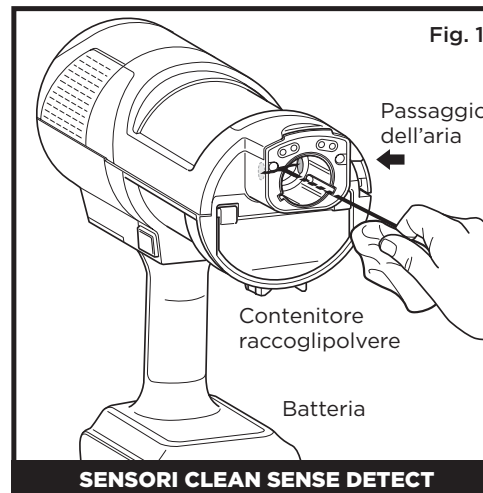
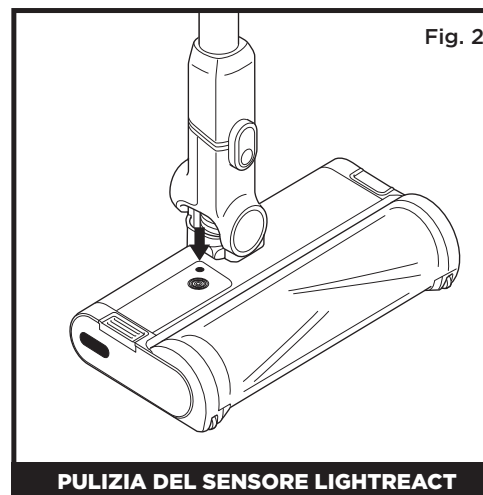

Fig. 1
Fig. 2
Pulizia dei sensori (Fig. 1):
2. Localizzare il sensore DirtDetect nella bocchetta dell'aspirapolvere manuale (Fig. 1), il sensore LightDetect sulla parte superiore della bocchetta (Fig. 2) e il sensore EdgeMax sulla parte laterale della bocchetta (Fig. 3).